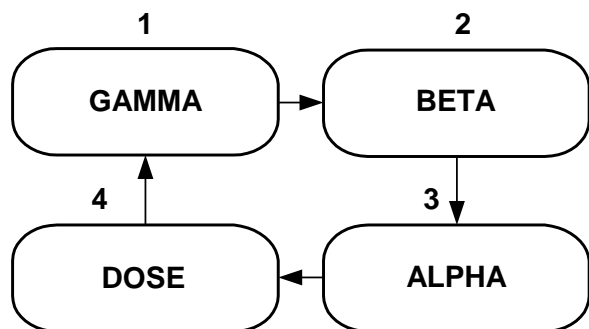
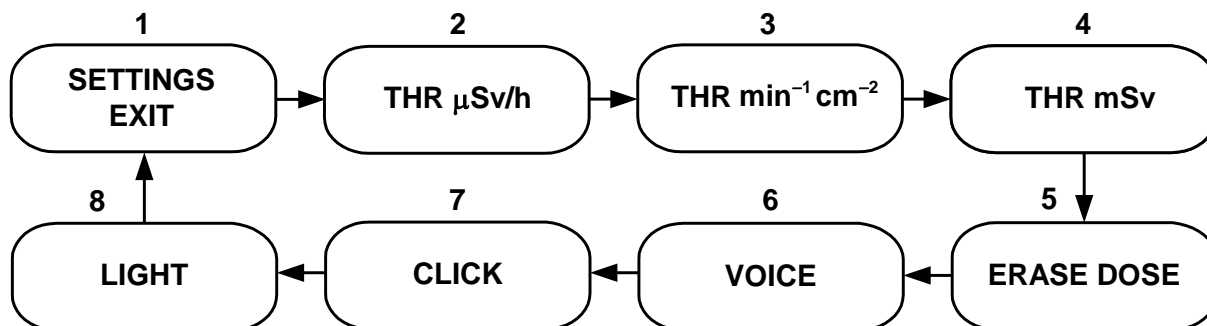

Рис. 2 Схема переключения режимов работы прибора
Рис. 3 - Схема переключения установок сигнализаций
б) переключение режимов работы осуществляется кратковременным нажатием (менее 1 с) кнопки «**MODE**» согласно схеме представленной на Рис. 2;
в) При длительном (более 2 с) нажатии кнопки «**MODE**» в любом из режимов «**GAMMA**», «**BETA**», «**ALPHA**» или «**DOSE**» прибор переходит в меню установок (на дисплее - «**SETTINGS EXIT**»). Установки сигнализаций циклически меняются по кругу кратковременными (менее 1 с) нажатиями кнопки «**MODE**» согласно схеме представленной на Рис.3. Выход из меню установок в основное меню режимов работы (Рис.2) – длительное удержании кнопки «**MODE**» при индикации на дисплее «**SETTINGS EXIT**».
Включить питание прибора (однократно нажать и отпустить кнопку «**POWER**»). При длительном (более 2 с) нажатии кнопки «**MODE**» в любом из режимов «**GAMMA**», «**DOSE**» «**BETA**» или «**ALPHA**», прибор переходит в меню установок (Рис.3), и на дисплее первоначально индицируется «**SETTINGS EXIT**». Кратковременными нажатиями кнопки «**MODE**» установить в верхней строке дисплея режим установки «**VOICE**» (Рис.3). Режим речевого озвучивания измерения мощности дозы «**PEREODICAL**»,
ВНИМАНИЕ. В режиме «**ГАММА**» (при включённом «ручном» озвучивании - «**MANUAL**») кратковременное нажатие кнопки «**MODE**» включает только речевое сообщение (и подсветку дисплея), но не изменяет режимов работы прибора согласно Рис.2. Прибор постоянно находится
в режиме измерения «**ГАММА**». Выход в меню установок (Рис.3) - длительное удержание кнопки «**MODE**».
Включить питание прибора (однократно нажать и отпустить кнопку «**POWER**»). При длительном нажатии (более 2 с) кнопки «**MODE**» прибор переходит в меню установок (Рис.3). При индикации в верхней строке дисплея «**CLICK**» режим работы звуковой сигнализации интенсивности излучения («**ON**» или «**OFF**» в нижней строке) выбирается путем длительного удержания (более 2 с) кнопки «**MODE**»:
Включить питание прибора (однократно нажать и отпустить кнопку «**POWER**»). При длительном нажатии (более 2 с) кнопки «**MODE**» прибор переходит в меню установок (Рис.3). При индикации в верхней строке дисплея «**LIGHT**» длительность подсветки дисплея (в нижней строке) регулируется путем длительного удержания (более 2 с) кнопки «**MODE**»:
Включить питание прибора (однократно нажать и отпустить кнопку «**POWER**»). При длительном нажатии (более 2 с) кнопки «**MODE**» прибор переходит в меню установок (Рис.3). При индикации на дисплее «**THR μ Sv/h**» путем длительного удержания (более 2 с) кнопки «**MODE**» прибор переключается в подменю установки порога сигнализации мощности дозы и на дисплее индицируется «**9999.9 μ Sv/h**».
Включить питание прибора (однократно нажать и отпустить кнопку «**POWER**»). При длительном нажатии (более 2 с) кнопки «**MODE**» прибор переходит в меню установок (Рис.3). При индикации на дисплее «**THR min⁻¹ cm⁻²**» путем длительного удержания (более 2 с) кнопки «**MODE**» прибор переключается в подменю установки порога сигнализации плотности потока бета-частиц и на дисплее индицируется «**99999 min⁻¹ cm⁻²**».
Включить питание прибора (однократно нажать и отпустить кнопку «**POWER**»). При длительном нажатии (более 2 с) кнопки «**MODE**» прибор переходит в меню установок (Рис.3). При индикации на дисплее «**THR mSv**» путем длительного удержания (более 2 с) кнопки «**MODE**» прибор переключается в подменю установки порога сигнализации интегральной дозы и на дисплее индицируется «**999.999 mSv**».
Сброс (обнуление) интегральной дозы осуществляется в подменю установок (Рис.3) длительным (более 2с) двойным нажатием кнопки «**MODE**» при индикации на дисплее «**ERASE DOSE**».
- перезапустить режим «**BETA**» прибора кнопкой «**MODE**» (см. Рис. 2) и при достижении статистической погрешности менее 20%, зафиксировать среднее фоновое показание дисплея N_{ϕ} , част./((мин·см²));